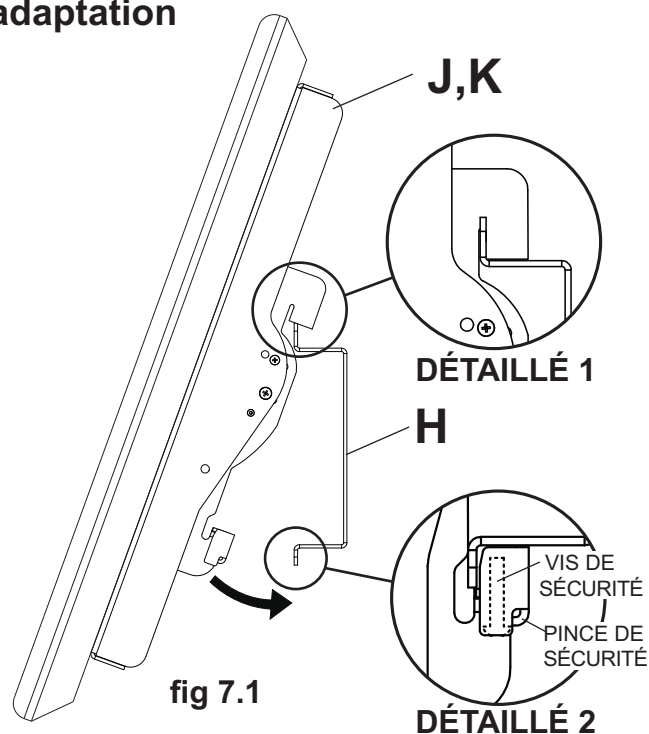

fig 7.1
**7 Montage de l'écran :** Accrochez les supports inclinables (**J,K**) à la plaque d'adaptation (**H**) et faites pivoter l'écran vers l'intérieur comme illustré à la fig. 7.1. **REMARQUE :** Si la pince de sécurité est en contact avec le bas de la plaque d'adaptation, desserrez la vis de sécurité à l'aide d'une clé hexagonale (**L**). Les crochets des supports inclinables doivent être complètement engagés dans la plaque d'adaptation comme illustré dans le dessin de détail 1. Serrez les vis de sécurité à l'aide d'une clé hexagonale (**L**) jusqu'à ce que la pince de sécurité soit fermement appuyée contre le bas de la plaque d'adaptation.